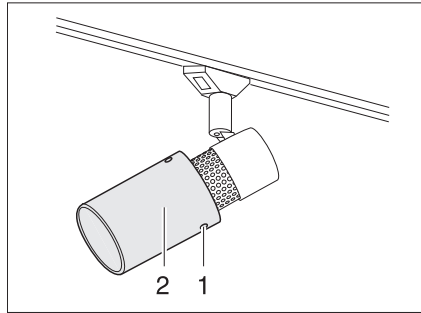

Fig. 171 Spot halogène (coulissant)
- Dévisser les vis de fixation (Fig. 171,1).
- Retirer prudemment la protection en forme de calice de la lampe (Fig. 171,2) du support.